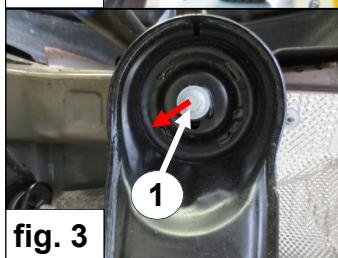

fig. 3
4. Soutenir le sous-châssis et enlever le boulon 1. Voir fig. 3.
9. Soutenez le bras de suspension et montez le boulons du stabilisateur et bras de suspension côté roue. Voir fig.3.